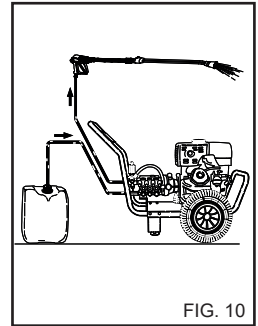

FIG. 10
1) Efter anvendelse med rengøringsmiddel skal opsuigningskredsen (fig. 10) skylles. Sæt rengøringsmiddelopsuigningsrøret i en dunk med rent vand, og sæt pumpen i drift i 1 minut, mens doseringshanen er helt åben, og dyserøret befinder sig i fasen for rengøringsmiddeludstrømning.
- 4) Efter anvendelse med rengøringsmiddel skal opsugningskredsen skylles, rengøringsmiddelopsugningsrøret (fig. 10) sættes i en dunk med rent vand og pumpen sættes i drift i 1 minut, mens dyserøret befinder sig i fasen rengøringsmiddeludstrømning.